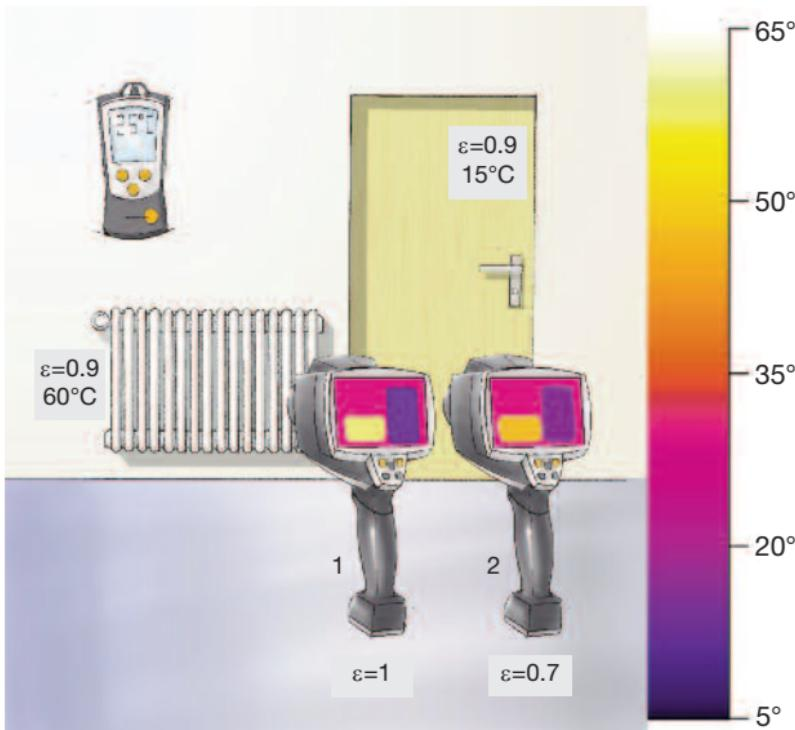

Рис. 1.2: Влияние некорректной настройки коэффициента излучения на результаты измерений температуры
1. Когда температура измеряемого объекта выше температуры окружающей среды (радиатор на Рис.1.2, стр.11):
2. Когда температура измеряемого объекта ниже температуры окружающей среды (дверь, изображенная на Рис.1.2, стр.11):
Для того, чтобы ваш тепловизор правильно рассчитал температуру поверхности измеряемого объекта, в настройках вам необходимо задать как компенсацию отраженной температуры (КОТ), так и коэффициент излучения ( $\epsilon$ ). Во многих сферах применения отраженная температура соответствует температуре окружающей среды (см. “Излучение”, стр.19). Вы можете измерить ее с помощью воздушного термометра, например, testo 810. Точная настройка коэффициента излучения особенно важна, когда температура измеряемого объекта и температура среды измерения значительно отличаются друг от друга (см. Рис. 1.2, стр. 11).